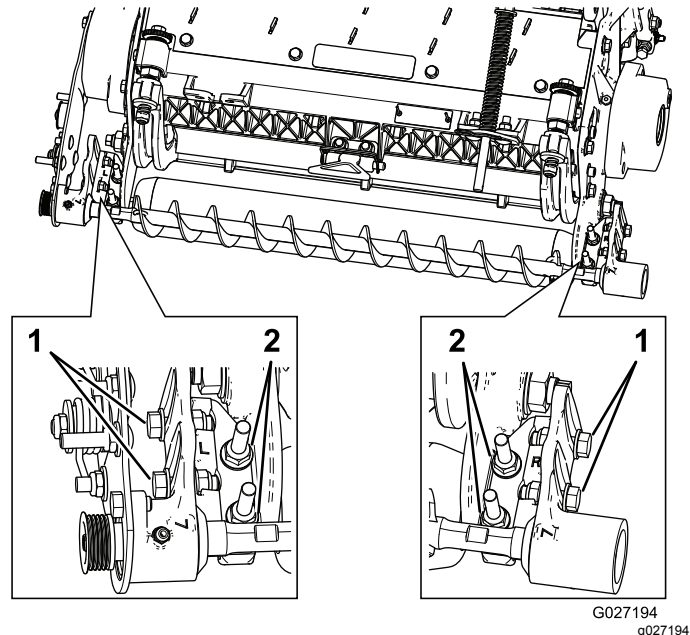

Bild 13
- Lösen Sie die zwei Sicherungsbundmutter, mit denen die Befestigungshalterung der Rollenbürste an der Seitenplatte der Schneideinheit befestigt ist (Bild 13).
- Drehen Sie das Lagergehäuse der Rollenbürste so lange, bis die Bürstenplatte mit der Seitenplatte der Schneideinheit parallel ist (Bild 13).
- Ziehen Sie die zwei Sicherungsbundmutter fest, mit denen die Befestigungshalterung der Rollenbürste an der Seitenplatte der Schneideinheit befestigt ist (Bild 13).
- Lösen Sie die zwei Schrauben, mit denen jedes Lagergehäuse der Rollenbürste an der Befestigungshalterung der Rollenbürste montiert ist (Bild 13).